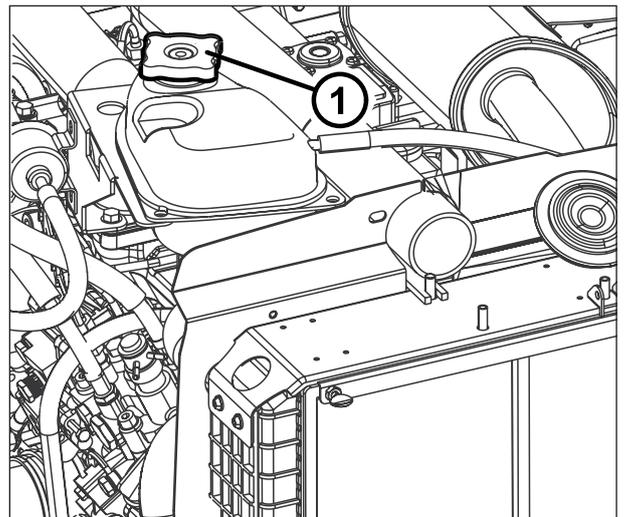

Fig. 124
Cerrar el tapón de descarga (1) y llenar la instalación con líquido refrigerante hasta 20-25 mm por debajo del borde del tapón de llenado (1) del radiador Fig. 124.
NOTA: en caso de emergencia, para tutelarse en caso de pérdidas imprevistas, rellenar la instalación vertiendo agua a través del tapón de llenado (1) Fig. 124.